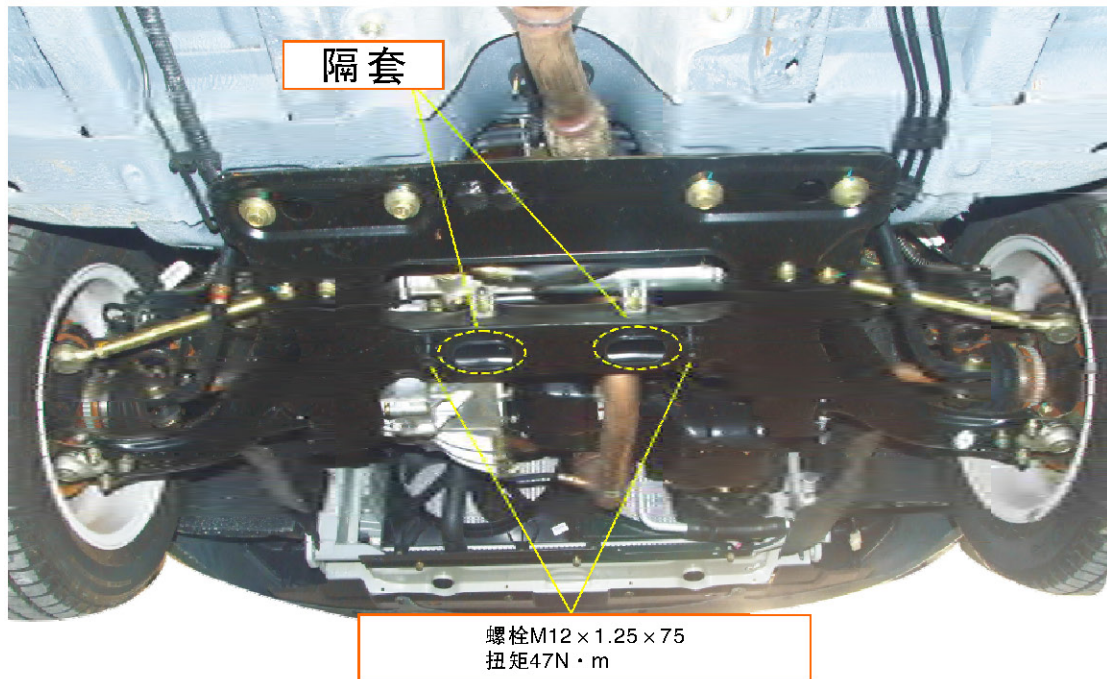

图6-28 拆卸转向器与前托架固定螺栓
4. 拆卸前托架上固定转向器的两个螺栓和隔套（见图6-28）。
4. 按图6-28所示，将两个隔套放入托架内，使用新的M12×1.25×75 螺栓及矩形垫片将转向器与前托架固定，扭矩达到45N·m。